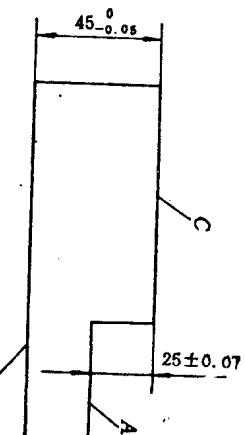

图 10-4
- 4*. 如图10-4所示的零件加工，现仅有外径千分尺进行测量，只能通过测量 A 、 B 间尺寸加工 A 面，求 A 、 B 间应控制的极限尺寸。寸偏差。设 $A_1 = 120$, $A_2 = 60$, $A_3 = 40$, $A_4 = 20^{+0.01}_{-0.01}$, $\delta A_2 = \delta A_3 = \frac{1}{2} \delta A_1$